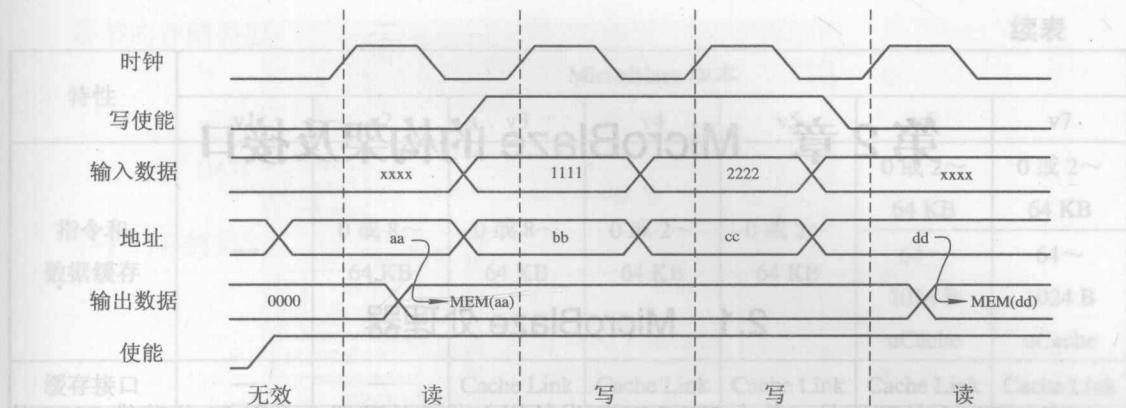

图 1.3.6 NO\_CHANGE 时序示意图
**NO\_CHANGE:** 如图 1.3.6 所示, 使能 EN 变高后, 开始时输出数据 DO 输出的是地址 aa 对应的值, 在输入数据 DI 出现 1111 时, 地址 bb 对应的寄存器值变为 1111, 但输出数据 DO 输出值保持不变。就是说在 NO\_CHANGE 中, 当写使能 WE 为高时, 地址对应的寄存器内容会随着输入的改变而改变, 但输出一直保持初始输出的值。